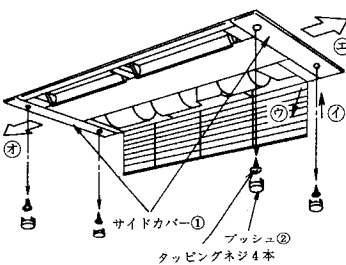

図2
- 吸込グリルを矢印⑧の方向に持ち上げ矢印⑨の方向に引張り取外して下さい。(図2)
- サイドカバー①のブッシュ②4コを外します。(配外したブッシュ②を紛失しないように注意して下さい。)(図2)
- タッピンネジ4本を外し、サイドカバー①を矢印④、⑤の方向にスライドさせて取外して下さい。